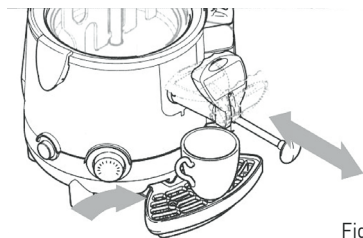

Fig. 1
- Als de warme chocolademelk te langzaam stroomt, wordt aanbevolen de hendel zo ver mogelijk naar buiten te trekken; eventuele verstoppingen in de afgiftelijp kunnen verwijderd worden door de staaf heen en weer te schuiven terwijl u het apparaat op zijn plaats houdt, zoals getoond in Fig.1